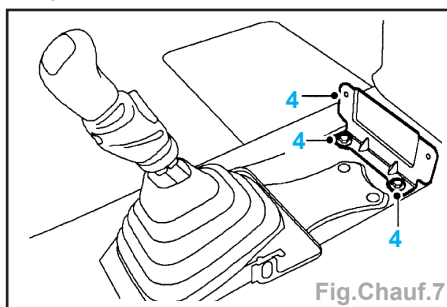

Fig. Chauff.7
- Enlever les 2 boulons (4) du support de soutien de la console et déposer le support (Fig. Chauff.7).